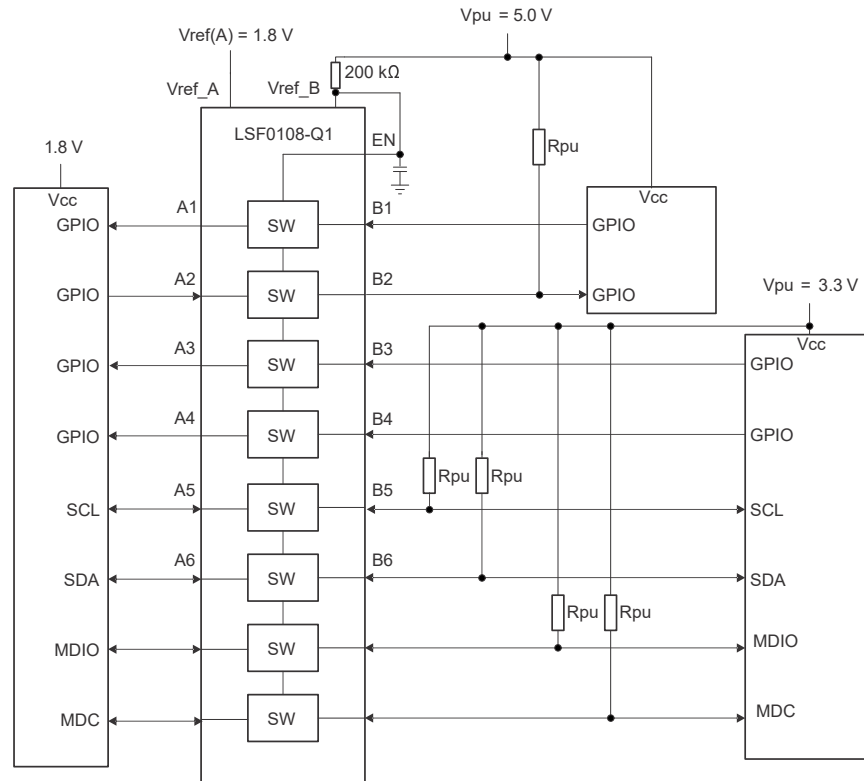

図 9-1. 複数の電圧レベルへの双方向変換
- $V_{CCB}/V_{CCA}$  は  $V_{ref\_B}$  または  $V_{ref\_A}$  と同じではありません。  $V_{CCB}$  は LSF デバイスに供給される B 側の電源電圧を表し、  $V_{ref\_B}$  は 200k $\Omega$  抵抗の反対側にある  $V_{ref\_B}$  ピン (図 9-1 のピン 7) の電圧を表します
図 9-1 に示すように、 $V_{ref\_B}$  は 200kΩ の抵抗を経由して 5V の  $V_{PU}$  電源に接続され、 $V_{ref\_A}$  は 1.8V の電源に接続されています。A1 および A2 チャンネルの最大出力電圧は  $V_{ref\_A}$  に等しく、B1 および B2 チャンネルの最大出力電圧は  $V_{PU}$  に等しくなります。
図 9-1 に、基準電源電圧  $V_{ref\_A}$  を 1.8V のプロセッサ・コア電源に接続し、 $V_{ref\_B}$  を 200k $\Omega$  の抵抗を介して 5V の電源に接続する方法を示します。A3 と B4 の出力では最大出力電圧が  $V_{ref\_A}$  に等しく、双方向インターフェイス (Ch5/6、MDIO、MDC) では最大出力電圧が  $V_{pu}$  に等しくなります。